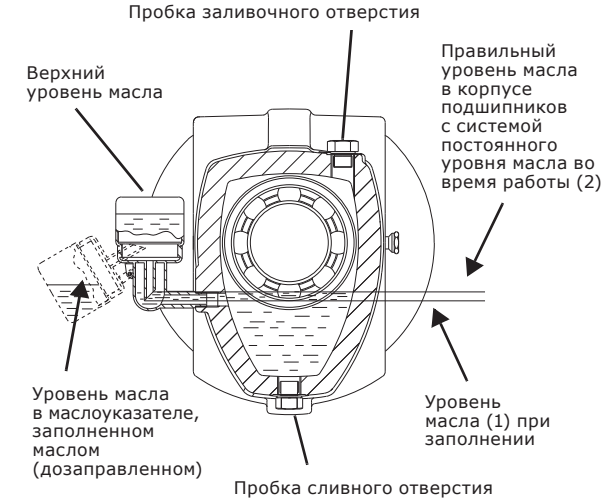

Рис. 18 Заливка масла
2	Отвести в сторону маслёнку и залить масло через заливочное отверстие, чтобы оно достигло уровня (1) в соединительном колене. См. рис. 18.
3	Залить резервуар маслоуказателя маслом и вернуть маслоуказатель в прежнее положение. Теперь маслом будет заполняться корпус подшипников. В процессе заполнения в резервуаре появляются воздушные пузырьки. Продолжать заполнение, пока масло не достигнет необходимого уровня (2). См. рис. Рис. 18.
Уровень масла в корпусе подшипников должен быть всегда таким, как показано на рис. 18. Регулярно проверяйте уровень масла во время работы и, при необходимости, добавляйте масло.